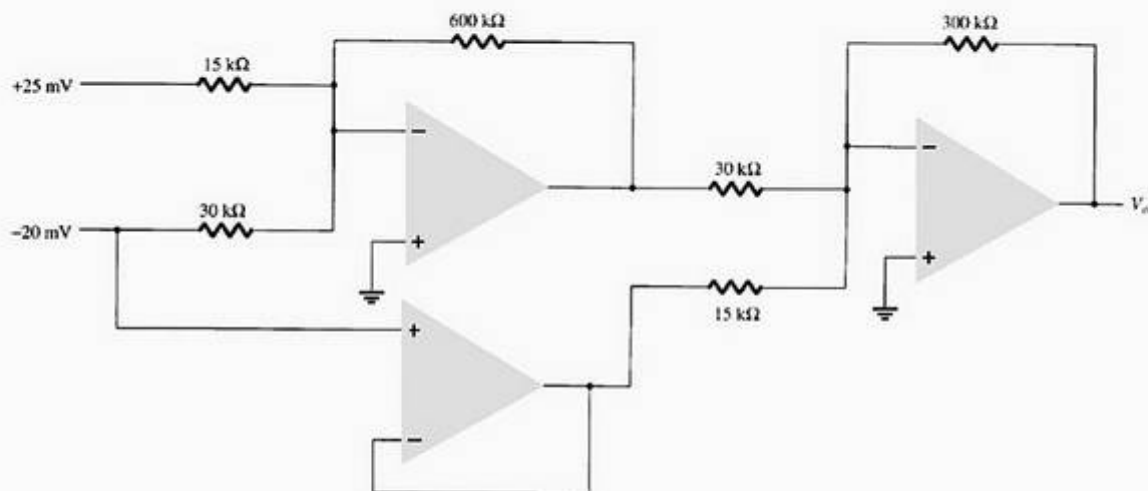

Figura 13.54 Problema 17.
17. Calcule V_o no circuito da Figura 13.54.
- *30. Utilize o Schematic Capture ou o EWB para calcular a tensão de saída no circuito da Figura 13.54.